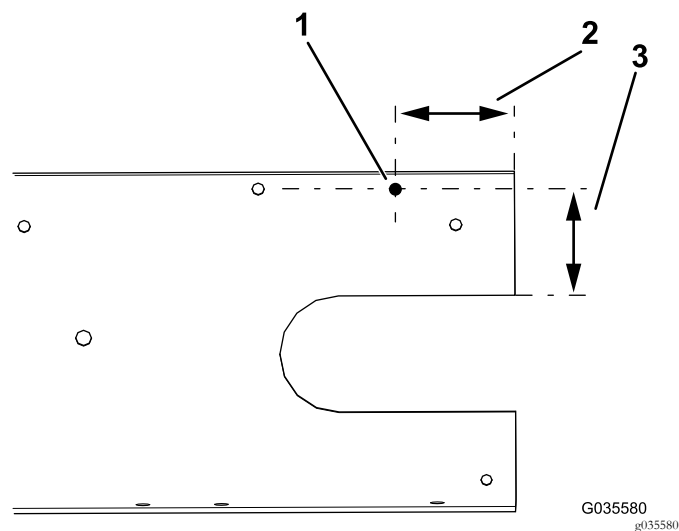

图8
7. 在右侧钻孔以放置 ISO 安装支架请参阅 图8 了解孔的正确位置。
注意 切勿将 图8 中第 1 个点的孔钻得过大否则自攻螺丝将无法使用。